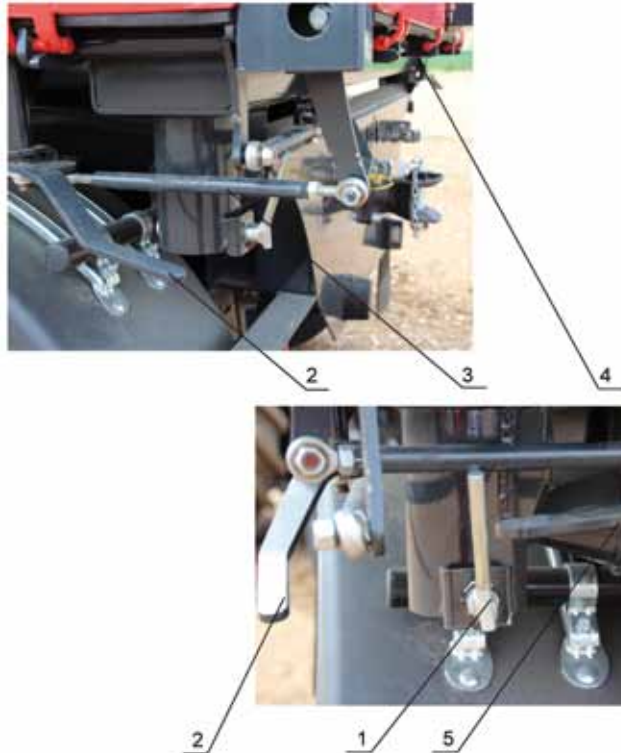

Abb. 8 Schlösser an den Ladekastenwänden
- Verbindungsbolzen des Ladekastens mit dem Fahrwerkrahmen aus der Öffnung 1 rausziehen (Abb. 8):